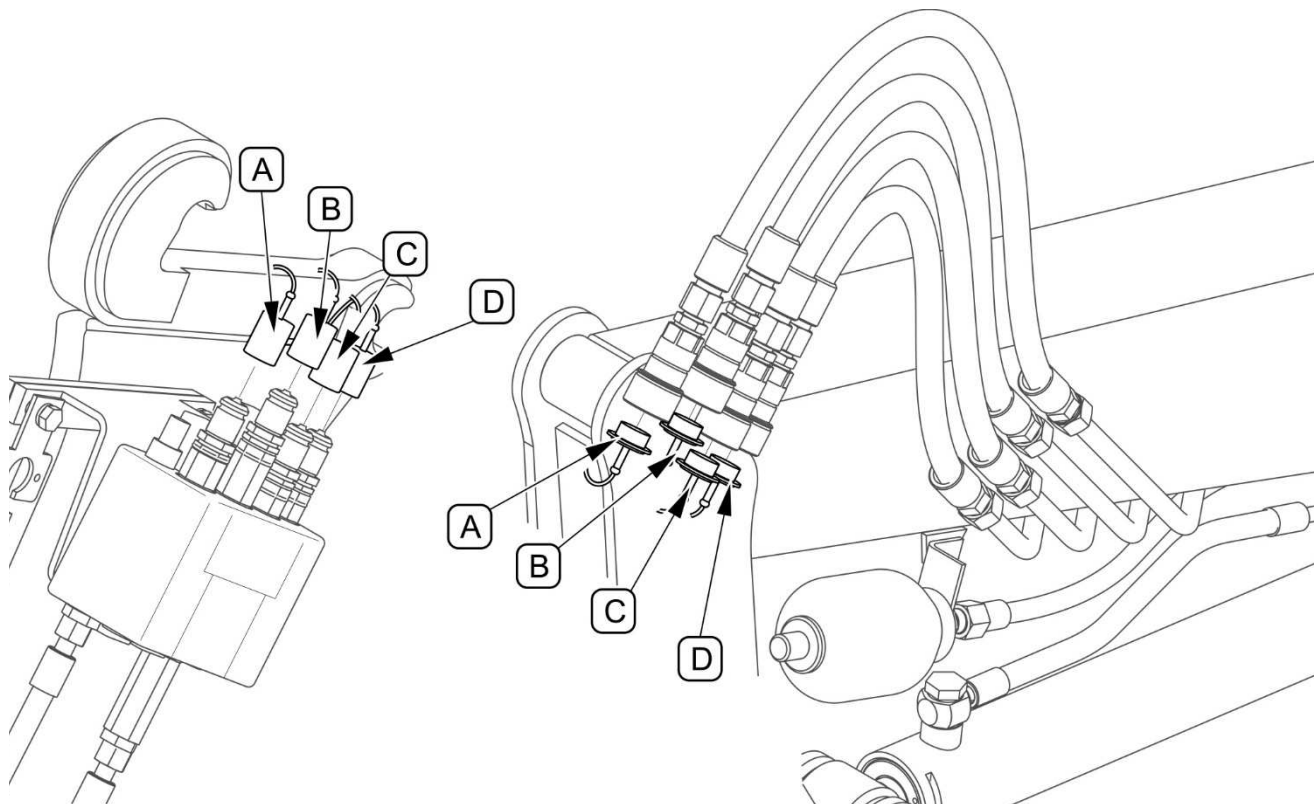

РИСУНОК 4.17Цвета колпачков гидросоединений
- присоединить гидравлические провода погрузчика к гидравлическому распределителю (РИСУНОК 4.17),
- убедиться, что оба рычага (1) замка быстрой сцепки находятся в открытом положении (отведены назад)
- рычаги (1) замка перевести вперед (положение "закрыто")
- заблокировать оба рычага чеками (2)